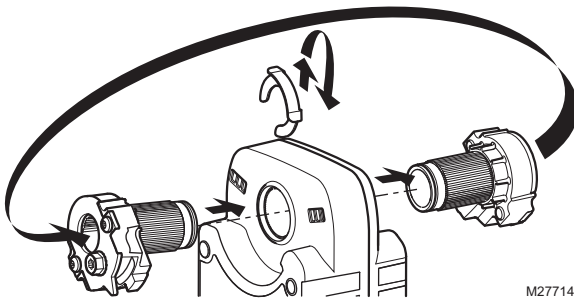

Fig. 30. Cambio del actuador a la configuración normalmente abierta.
- (1) cambie la configuración del interruptor de acción directa/inversa; o bien,
- (2) Para cambiar la dirección del muelle de recuperación: retire, voltee y reemplace el actuador en el soporte.
- d. Desplace el adaptador de eje autocentrante (Self-Centering Shaft Adaptor, SCSA) hacia el lado opuesto del actuador, tal como se muestra en la Fig. 30.